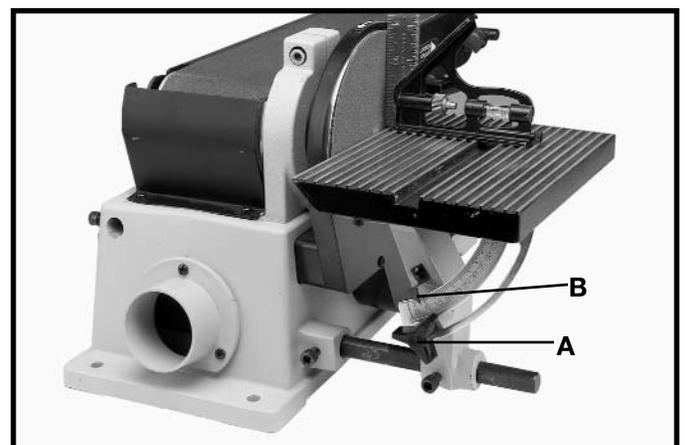

Fig. 31
2. En utilisant une équerre à combinaisons, placez un côté de celle-ci sur la table et l'autre contre le disque de ponçage, comme l'illustre la figure 31, et vérifiez si la table est perpendiculaire au disque.
3. Si la surface de la table n'est pas perpendiculaire au disque, desserrez le bouton de verrouillage (A) fig. 31, réglez la table perpendiculairement au disque et serrez le bouton de verrouillage (A).
4. Ajustez l'aiguille (B) fig. 31, au repère de 0° de l'échelle.